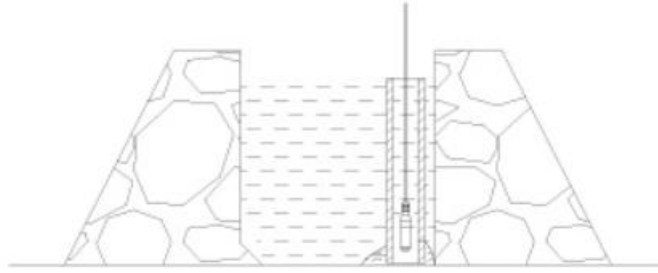

图 7-1 介质波动较大时可采取的固定措施
- 13、在介质波动较大时，应采取措施固定变送器探头部分，如给变送器加配重或固定管套等。在流动的水中测量水位时，可以在水中插入或安装一根大于探头直径的钢管或 PVC 管，在管子位于水流方向的反向不同高度开若干个  $\phi 5\text{mm}$  左右的小孔，使水进入管中。如图 7-1 所示。